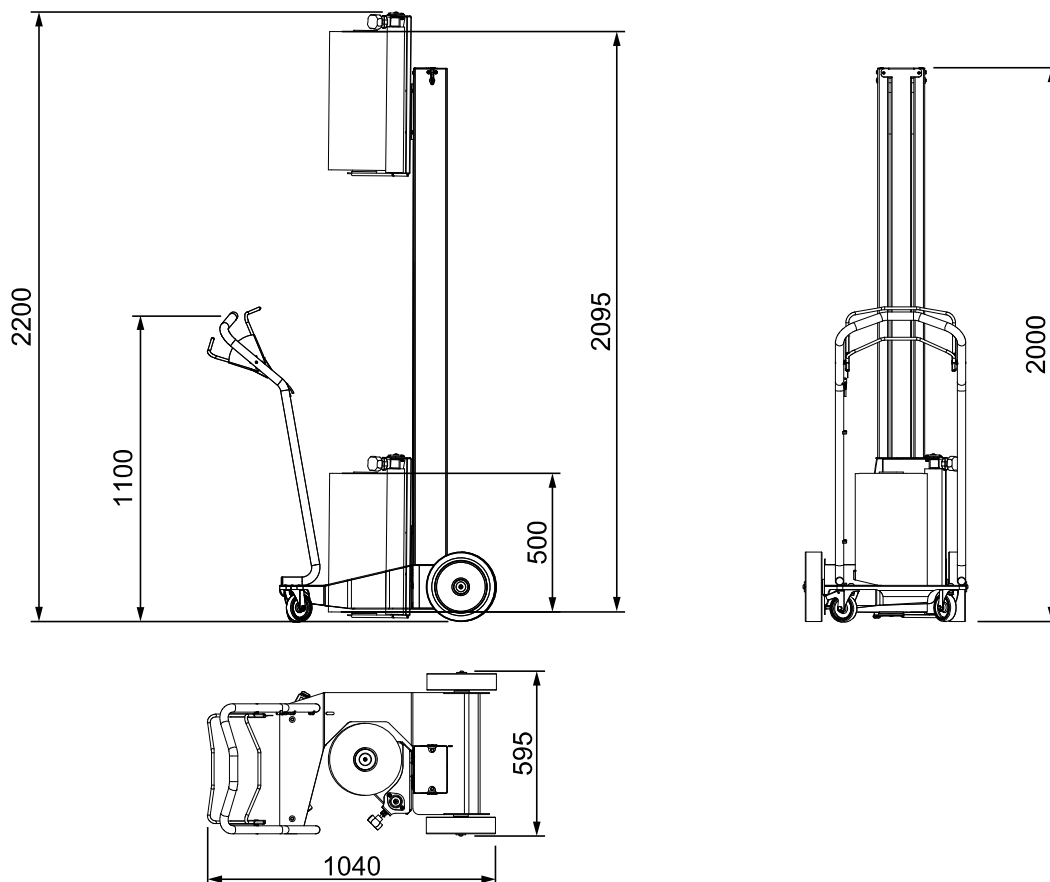

Fig. 6
- Abmessungen Siehe Fig. 6 - seite 18